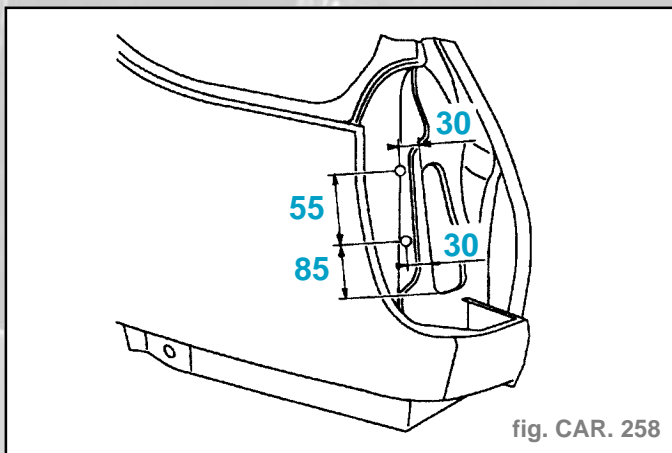

fig. CAR. 258
- Percer à Ø 6,5 mm pour soudage ultérieur par points bouchons (fig. CAR. 258).